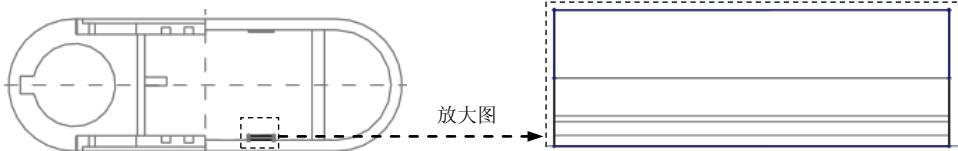

图 19.33 截面草图
(3) 进入草绘环境后，选取 MOLD_RIGHT 基准平面和 MOLD_FRONT 基准平面为草绘参考，利用“使用边”命令绘制图 19.33 所示的截面草图。完成特征截面的绘制后，单击“草绘”操控板中的“确定”按钮 。